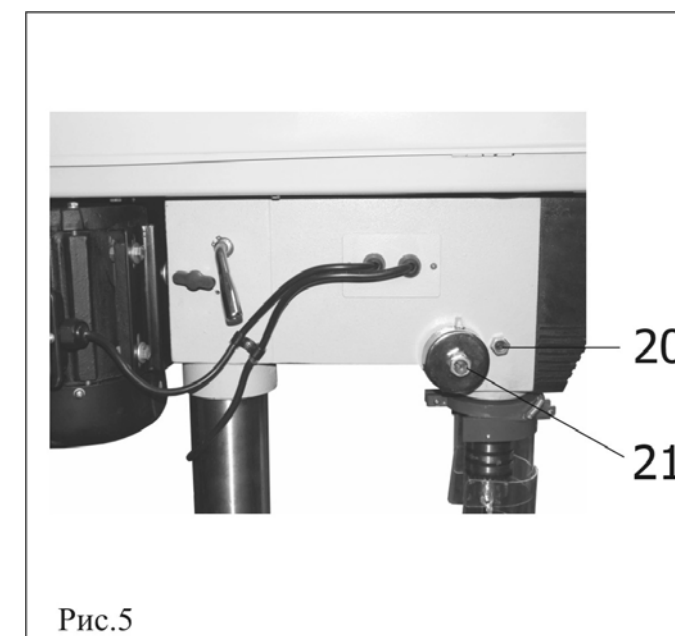

Рис.5
9.14. Проверьте наличие поперечного люфта шпинделя, покачав за сверлильный патрон (6), Рис.2. Если люфт ощутим, его можно минимизировать, проворачивая по часовой стрелке винт (20), Рис.5, предварительно отпустив контрящую гайку. По завершению регулировки затяните контрящую гайку.
Помните, затягивая винт (20), Рис.5, вы прижимаете шпиндель. Усилия возвратной пружины может оказаться недостаточным для автоматического подъема шпинделя в исходное положение.
9.15. Регулировка усилия возвратной пружины шпинделя осуществляется вращением регулировочного болта (21), Рис.5.